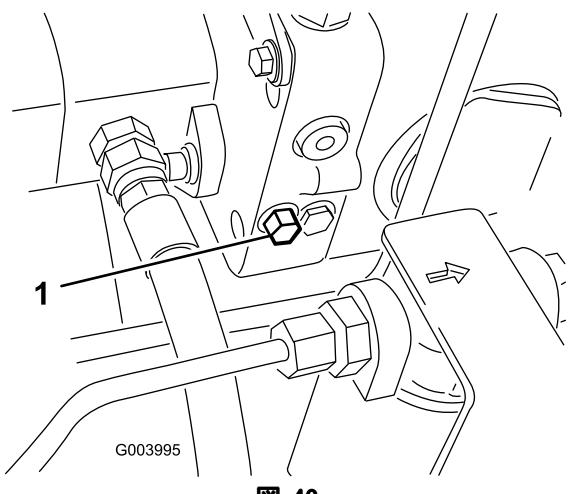

図 43
1. バイパスバルブはハイドロスタットの左側にある（図 43）。バイパスバルブを右または左1~1.5回転させると内部でバイパスが形成される。これにより、トランスマッisionを破損することなく機械を押して移動できるようになる。